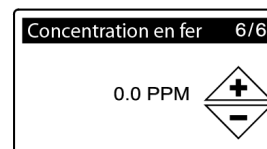

FIG.13
**11. CONCENTRATION EN FER** Appuyez sur DESCENDRE (▼) ou MONTER (▲) pour régler le niveau de fer de votre eau (Figure 13).